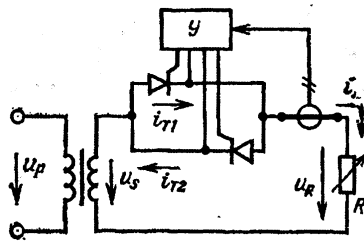

Рис. 3.
6. Однофазный прерыватель переменного тока со схемой соединений «тиристор – тиристор» работает на нагрузку состоящую из резистора с сопротивлением, изменяющимся в диапазоне $0,2 \text{ Ом} < R < 0,45 \text{ Ом}$ (рис. 3). Действующее значение тока нагрузки поддерживается постоянным и ратным $I_R = 100 \text{ А}$ при помощи регулятора $У$. Вычислить коэффициент трансформации питающего трансформатора, если угол управления, соответствующий $R_{\text{макс}}$ равен $\alpha = 0^\circ$. Напряжение сети 220 В . Трансформатор идеальный. Определить диапазон углов управления и угол управления, при котором потери в тиристорах будут максимальными.